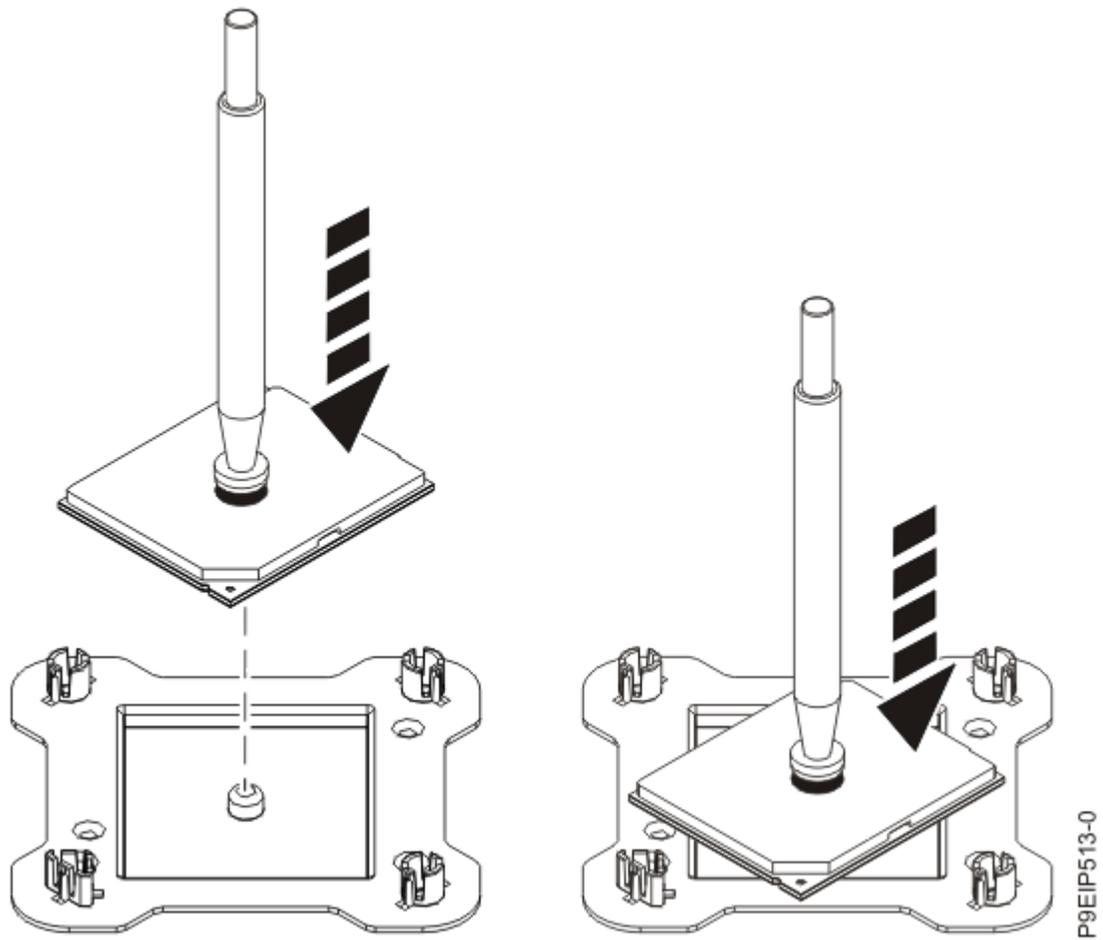

Figure 53. Positionnement du module du processeur système en biais sur le couvercle de l'emballage
9. En maintenant le stylet d'aspiration, ôtez le stylet et le module processeur système du connecteur. Placez-les en biais sur le couvercle de l'emballage du module processeur système, comme illustré dans la Figure 53, à la page 61.